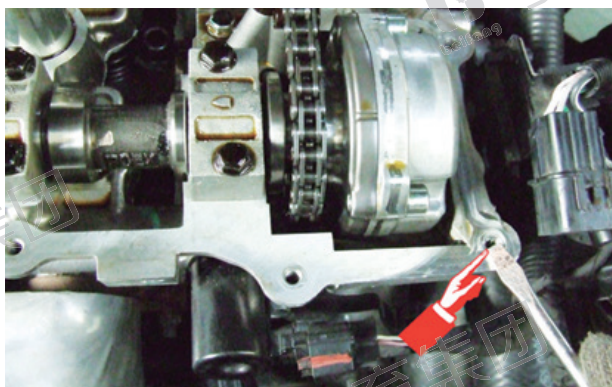

图 8
(8) 使用螺丝刀将缸盖上的残留密封胶清理干净，并擦拭。如图 8 所示。